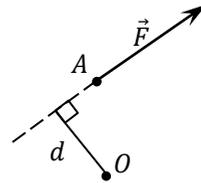

Рис. 12\*
*Алгебраическим моментом* силы  $\vec{F}$  относительно точки  $O$  (рис. 12\*) называется произведение величины силы на плечо, взятое с определенным знаком  $M_o(\vec{F}) = \pm F d$ .